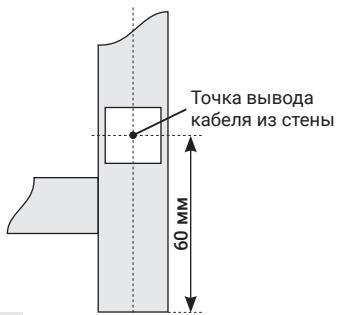

Рис.10
4.3.1. Для монтажа через скрытую проводку производитель рекомендует придерживаться следующих требований: кабель для подключения должен быть медным с сечением $3 \times 1.5 \text{ мм}^2$. Точка вывода кабеля из стены (**рис. 10**).